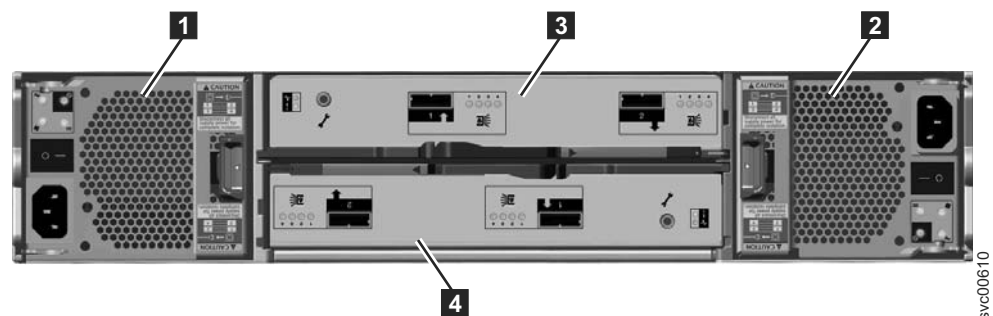

Abbildung 6. Rückansicht des Erweiterungsgehäuses von Modell 2076-212 oder Modell 2076-224
In Abb. 6 wird die Rückansicht eines Erweiterungsgehäuses mit der Position der Stromversorgungseinheiten und der Einschübe gezeigt. Informationen zu den Anschlüssen und deren Verwendung finden Sie an späterer Stelle in diesem Abschnitt.
- In der Mitte des Gehäuses befinden sich zwei Einschübe. Jeder Einschub wird als Erweiterungseinschub bezeichnet. Der obere Einschub (wie in Abb. 6 gezeigt) ist mit **3** und der untere Einschub mit **4** gekennzeichnet. Bei Einschub 3 zeigt die Oberseite nach oben, Einschub 4 ist um 180 Grad gedreht.